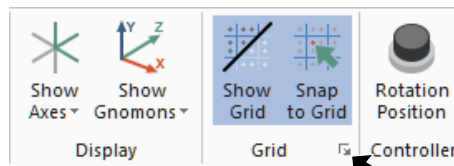

Fig. 1
Step 2. Click the **Dialog Box Launcher**  (Alt-G), Fig. 1.